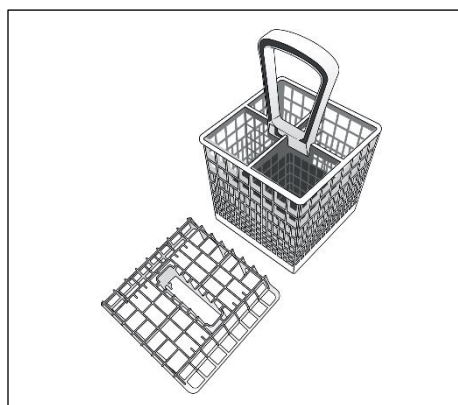

Fig.5
• AQUAPROTECT - TUBO DE ABASTECIMENTO COM RESGUARDO (fig. 5):
- Arrume os talheres no respectivo recipiente de plástico, com o cabo para baixo. Coloque o recipiente para os talheres no cesto inferior da máquina (fig. 5), assegurando-se de que não esteja a impedir o movimento dos braços rotativos.
O cesto superior para talheres pode ser removido para lhe proporcionar várias opções de carga (fig.5).